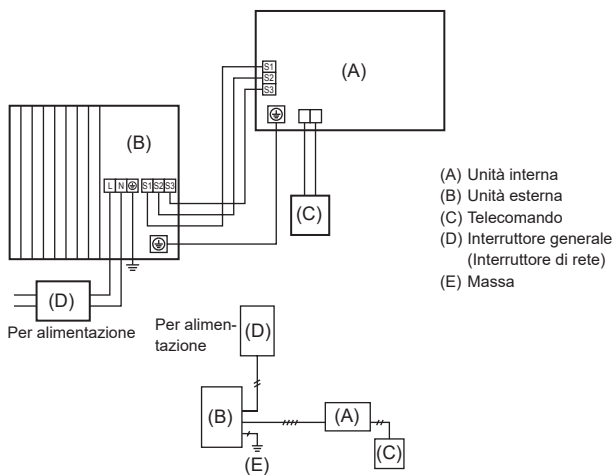
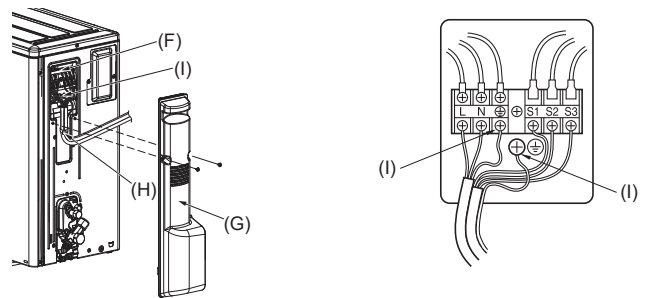

Fig. 6-1
Fig. 6-2
6.1. Unità esterna (Fig. 6-1, Fig. 6-2)
- (1) Rimuovere il pannello di servizio.
- (2) Posizionare i cavi secondo la Fig. 6-1 e la Fig. 6-2.